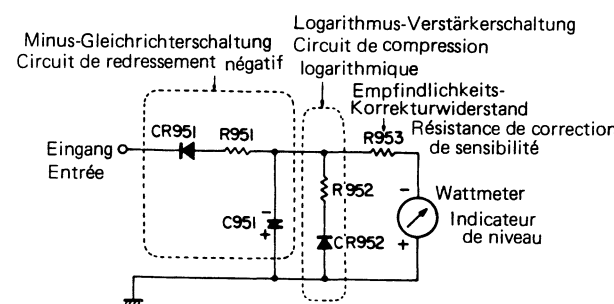

Abb. 5 Fig. 5
In Abb. 5 stellen die Elemente CR951, R951 und C951 die Minus-Gleichrichterschaltung und die Elemente R952 und CR952 den Logarithmus-Verstärker dar; R952 wird verwendet, um die Eigenschaften des Logarithmus-Verstärkers zu korrigieren. Wenn die Abweichung des Wattmeters groß ist, kann die Anzeige durch Austauschen von R953 durch einen Widerstand mit einem anderen Wert korrigiert werden.
(3) Circuit de détection A.S.O. (Circuit de protection de transistor de sortie) (Fig. 5).